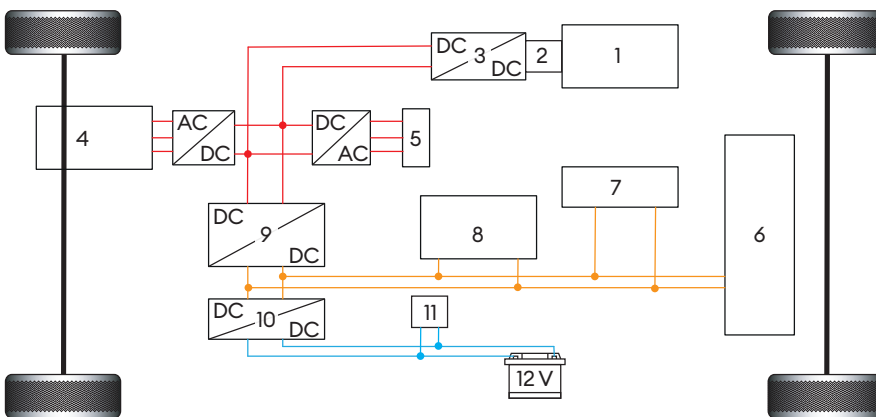

Fig. 1 : Réseau de bord FCEV
La structure du système électrique de bord (Fig. 1) est fondamentalement comparable à celle d'un BEV. Il existe toujours un niveau de tension allant jusqu'à 14 V, qui est atteint avec une batterie conventionnelle de 12 V. Cela signifie que de nombreux consommateurs peuvent être simplement pris en charge et n'ont pas besoin d'être adaptés aux HV. A titre d'exemple, la direction assistée électrique a été intégrée sur la fig. 1. En plus du réseau de bord 14 V, il y a désormais deux niveaux de tension HV et non plus un comme d'habitude. Cette différence vient de la pile à combustible, qui est le véritable fournisseur d'énergie, et de la batterie HV, qui n'est pas conçue pour la même tension que la pile à combustible. Il existe également des systèmes supplé-
La réaction chimique crée une tension dans la pile à combustible. Selon le nombre de cellules, cela peut aller jusqu'à 370 V dans les modèles actuels. Celle-ci est augmentée à 650 V dans le convertisseur élévateur (3 sur la fig. 1) directement après la pile à combustible. Le terme convertisseur élévateur est utilisé ici même si le courant produit par la pile à combustible est diminué. Cette diminution améliore la puissance de sortie à courant constant, ce qui entraîne une réduction des pertes électriques. En effet, à des valeurs de courant inférieures, les chutes de tension sur les lignes et les connexions diminuent. Le courant de sortie est mesuré via un capteur de courant afin que la tension nécessaire puisse être régulée via la durée d'enclenchement des transistors MOSFET. Cela permet au moteur électrique de fonctionner avec une tension de 370 V à 650 V. Il en résulte des performances de conduite optimales pour toutes les situations de fonctionnement. Dans les convertisseurs DC/AC, le courant est converti en courant alternatif triphasé. Celui-ci alimente à la fois le moteur de traction et le compresseur d'air de la pile à combustible. La batterie HV travaille avec un niveau de tension légèrement inférieur à 310 V. Cette tension est créée en utilisant deux piles de cellules, chacune comportant 42 cellules Li-ion. La batterie HV remplit diverses tâches dans ce réseau de bord. Comme la FC ne peut pas augmenter sa puissance aussi rapidement en cas de forte accéléra-
Le convertisseur DC/DC (9 sur la fig. 1) entre le convertisseur élévateur (3) et la batterie est utilisé pour réguler la tension dans le circuit de la batterie. Grâce à la pile à combustible, la batterie peut être chargée aussi bien à l'arrêt qu'en roulant. A l'arrêt, la tension générée par la pile à combustible est transformée au niveau de tension requis par le convertisseur DC/DC (9). Afin d'optimiser ce processus de charge, la batterie dispose de différents capteurs qui fournissent des informations à la gestion de la batterie. Cela comprend un capteur de tension qui surveille la tension de la batterie et un capteur de courant. Le capteur de courant est utilisé pour surveiller la batterie pendant la charge et la décharge afin d'améliorer la gestion de la charge avec le capteur de tension. Si le niveau de charge est suffisamment élevé, la FC ne fonctionne pas à l'arrêt. C'est pour cette raison que la batterie est utilisée au premier démarrage du véhicule et que la pile à combustible est ensuite allumée. Le troisième convertisseur DC/DC (10) transforme la tension en 14 V pour charger la batterie 12 V et, en fonction de celle-ci, également pour alimenter les consommateurs. Un ou plusieurs condensateurs peuvent également être installés dans cette partie du système électrique du véhicule. En cas de dysfonctionnement, ceux-ci ont pour mission de continuer à alimenter les différents éléments de commande, comme par exemple un système de levier de vitesses électronique.